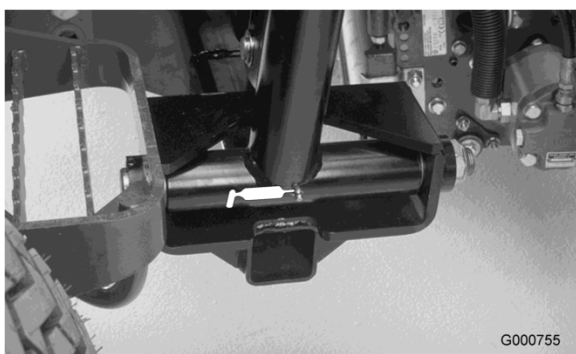

Figure 34
- Pivots de bras de levage (3) (Figure 34)